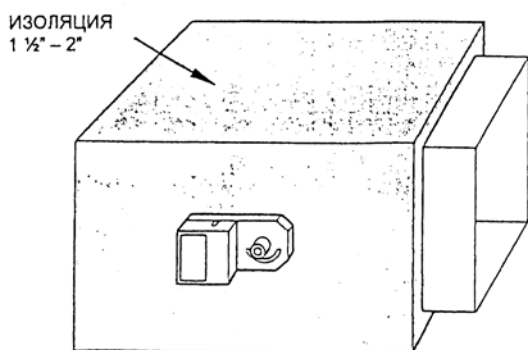

Рис.4 Изолированный прямоугольный воздуховод
3. Изолируйте заслонку с помощью теплоизоляции толщиной полтора-два дюйма (уточните по местным нормам). См. рис. 4.